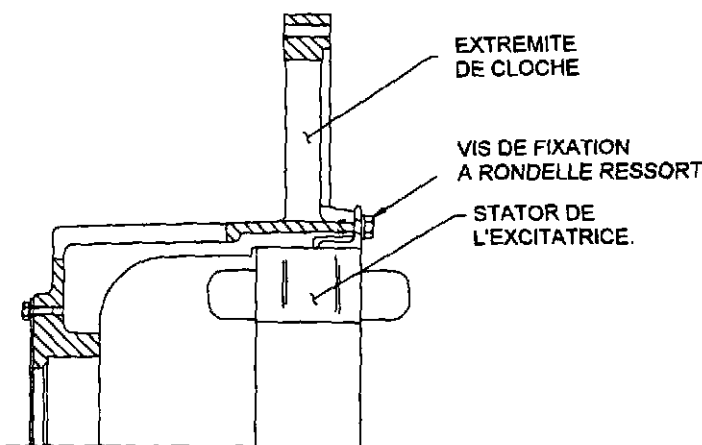

FIGURE 6-21
1. Dévisser les vis de fixation du stator de l'excitatrice. (Figure 6-21.)